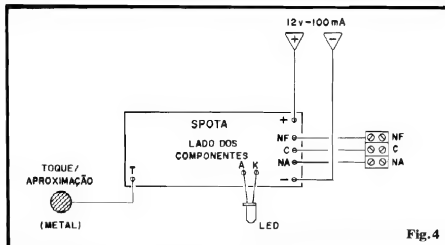

Fig. 4
- **FIG. 4 - CONEXÕES EXTERNAS À PLACA** - Ainda vista pelo lado **não cobreado** (só que agora, sem o detalhamento das peças sobre a placa, uma vez que o assunto é outro...) a placa traz, na figura, as conexões externas, detalhadas... Atenção aos seguintes